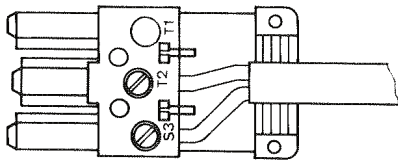

Abb. 14 Anschluß des Kabels vom Außentempersensor im Stecker 7
1. Anschlußkabel vom Außentemperatursensor 1 im Stecker [1] [A] entsprechend Abb. 14 anschließen. Die Adern sind vertauschbar.
1. Anschlußkabel vom Außentempersensor 2 im Stecker **1 B** entsprechend Abb. 14 anschließen. Die Adern sind vertauschbar.